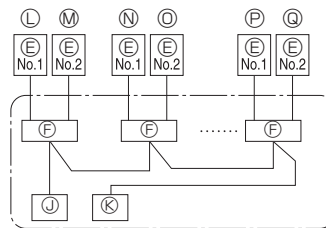

Fig. 6-2
6.1. Unità esterna (Fig. 6-1, Fig. 6-2)
- Posizionare i cavi secondo la Fig. 6-1 e la Fig. 6-2.